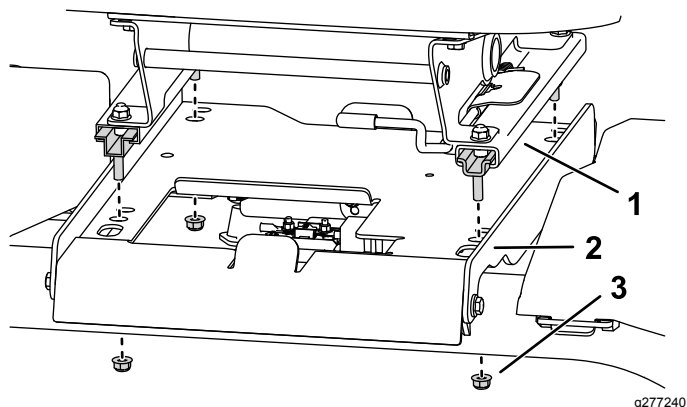

Figura 3
- Retire e elimine as quatro porcas que prendem as calhas do banco ao painel do banco e retire o banco (Figura 3).